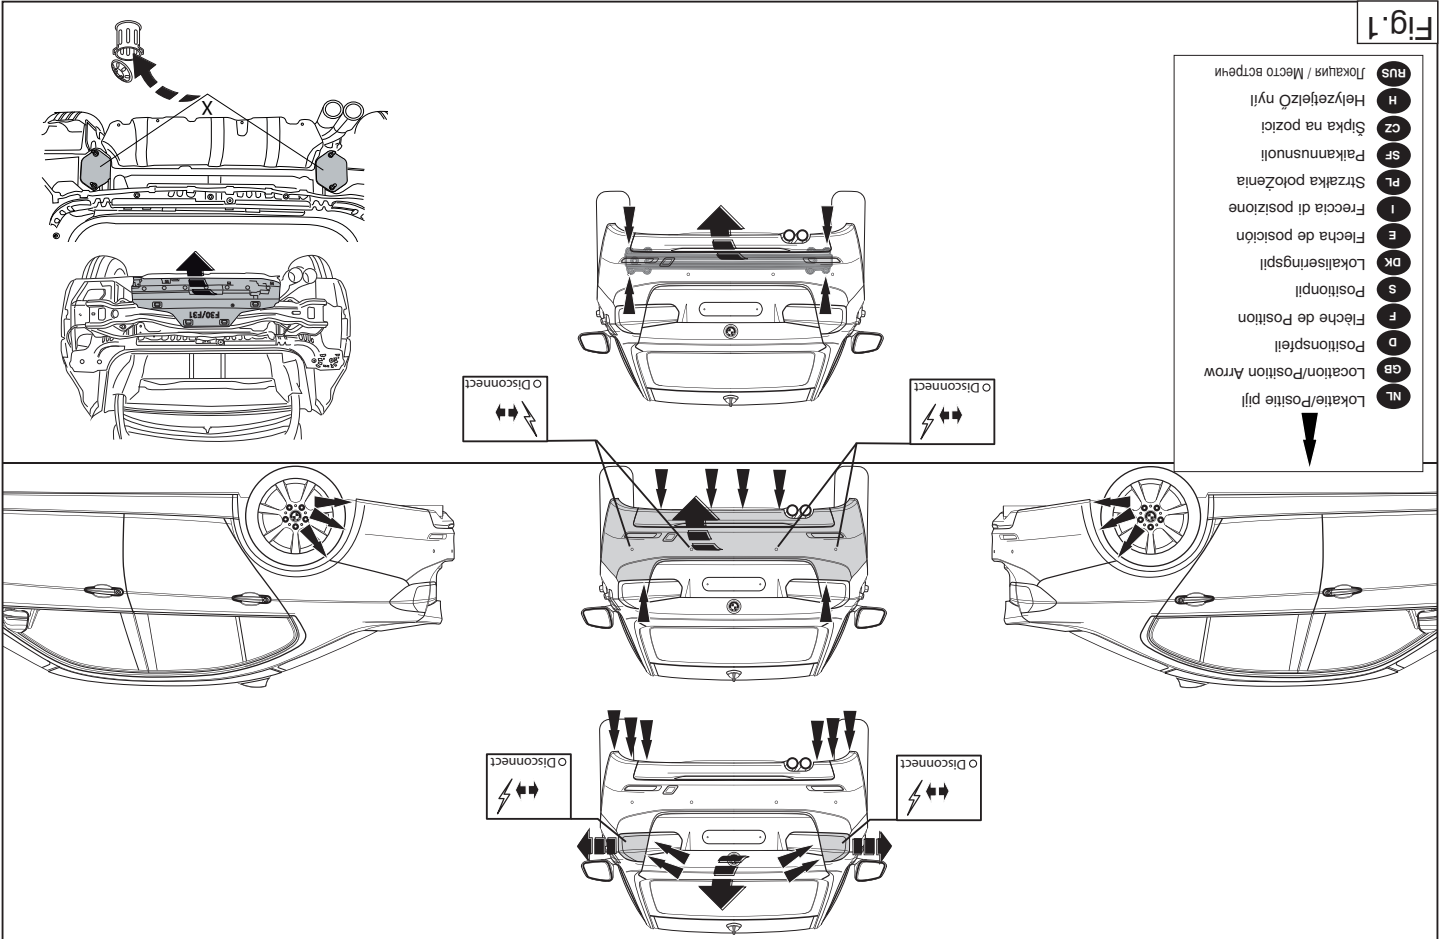

Fig.1
3. Remove the plastic cap from the metal bumper. The buffer beam will no longer be needed. Remove any stickers that may be present at the points X of attachment. See figure 1.
2. Die Stoßstange einschließlich des stählernen Stoßbalkens vom Fahrzeug abmontieren. Entfernen Sie die Kunststoffkappe von der Metallstoßstange. Der Stoßbalken wird nicht mehr benötigt. Gegebenenfalls die Aufkleber bei den Befestigungspunkten X entfernen. Siehe Abbildung 1.
- Déposer le pare-chocs du véhicule y compris la traverse acier. Retirer le capuchon en plastique du tampon en métal. La traverse ne sera plus utilisée. Le cas échéant les autocollants placés sur les points X de fixation. Voir la figure 1.
2. Demonter kofangeren, inklusive køretøjets stålstødbjælke. Demonter kunststofhætten på stødbjælken af metal. Denne bliver overflødig. Fjern evt. mærkaterne ved montagepunkterne X. Se fig. 1.